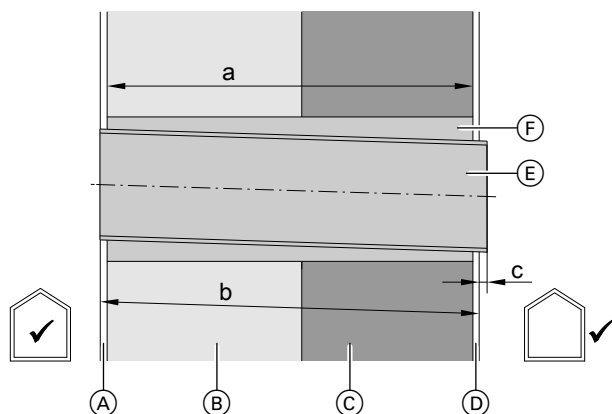

Abb. 7 Abmessungen zur Montage
- Bei Montage mit Montage-Set eckig: Länge b ermitteln: Siehe Abb. 7.